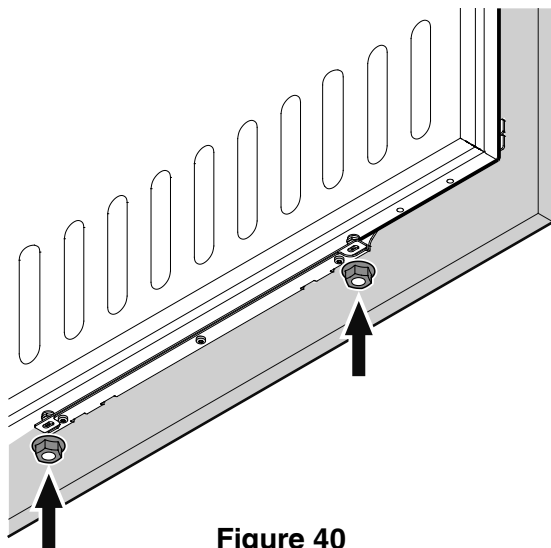

Figure 40
9. Visser les écrous hexagonaux en serrant à fond (**Figure 40**).